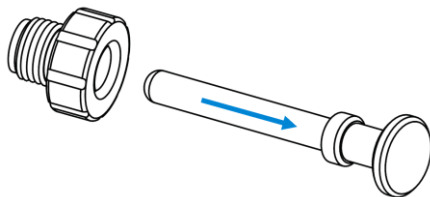

Figura 5 Spingere il tappo di spedizione fuori dal dado di blocco
2. Spingere il tappo di spedizione fuori dal dado di blocco. Vedere Figura 5.